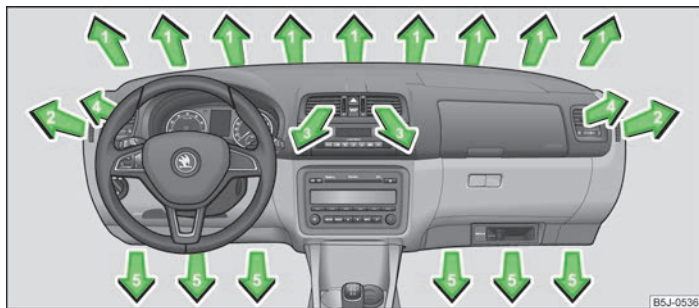
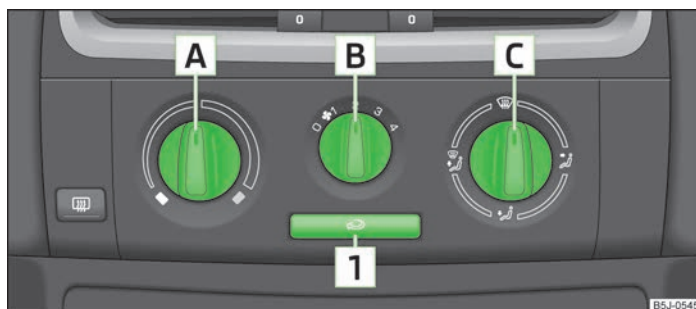

Fig. 77 Eyectores de salida de aire
Fig. 78 Calefacción: Elementos de mando
- Girar la rueda vertical (difusores de salida de aire 3) » fig. 77 o la rueda horizontal (difusores de salida de aire 4) a la posición 2.
- Girar la rueda vertical (difusores de salida de aire 3) » fig. 77 o la rueda horizontal (difusores de salida de aire 4) a la posición 0.
- Mover las láminas horizontales con el ajustador deslizable para cambiar la altura del flujo de aire » fig. 77.
Ajustar la salida de aire para cada difusor con el regulador de distribución de aire [C] » fig. 78 de la página 72. Los difusores de salida de aire 3 » fig. 77 y 4 se pueden cerrar y abrir por separado.
- Girar el regulador giratorio [A] » fig. 78 hacia la derecha para elevar la temperatura.
- Girar el conmutador del ventilador [B] » fig. 78 a una de las posiciones, 1 a 4, para conectar el ventilador.
- Con el regulador de distribución de aire [C] » fig. 78, se regula el sentido de salida del aire » página 72.
Todos los elementos de mando, excepto el conmutador del ventilador [B] » fig. 78, se pueden ajustar a cualquier posición intermedia.
- Elementos de mando **A** » fig. 78 de la página 72, **B**, **C** y la tecla **1**.
- Difusores de aire **4** » fig. 77 de la página 72.
- Recomendamos dejar los difusores de salida de aire en posición abierta **3** » fig. 77 de la página 72.
- Pulsar la tecla **1** » fig. 78 de la página 72, en la tecla se encenderá el testigo.
- Pulsar de nuevo la tecla **1** » fig. 78 de la página 72 - se apagará el testigo de control en la tecla.
Si el regulador distribuidor de aire **C** » fig. 78 de la página 72 se encuentra en la posición el servicio de aire circulante se desconectará automáticamente. Pulsando repetidamente la tecla **1**, se puede volver a conectar el servicio de aire de circulación también en esta posición.
- Difusores de aire 4 » fig. 77 de la página 72.
- Recomendamos dejar los difusores de salida de aire en posición abierta 3 » fig. 77 de la página 72.